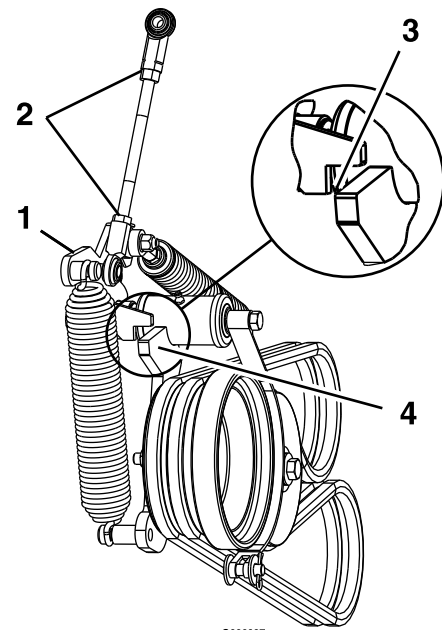

Figura 58
13. Afloje las contratuercas y ajuste el acoplamiento hasta que la parte superior del brazo de la polea tensora esté alineado con la parte inferior de la muesca del brazo de tensión, tal y como se muestra en la Figura 58.